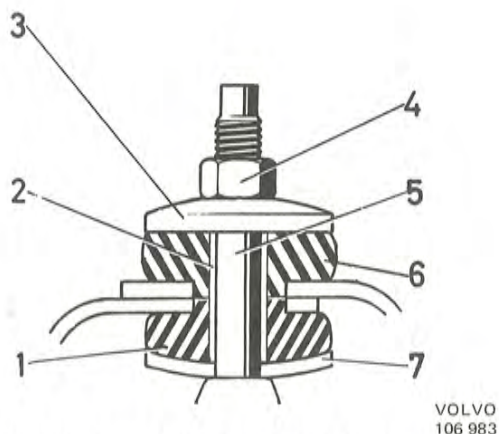

Bild 35. Övre fäste, främre stötdämpare
3. Demontera stötdämparen. Ta därvid bort övre muttern (4 bild 35), brickan (3) och gummibussningen (6). Lossa de två nedre fästskruvarna på undersidan av nedre länkmarmen och dra ned stötdämparen.
3. Montera brickan (7 bild 35), distansröret (2) och gummibussningen (1). Dra isär och sätt stötdämparen på plats, samt montera och dra de nedre skruvarna. Montera övre gummibussningen (6), brickan (3) samt muttern. Dra fast muttern till anliggning mot distansröret.